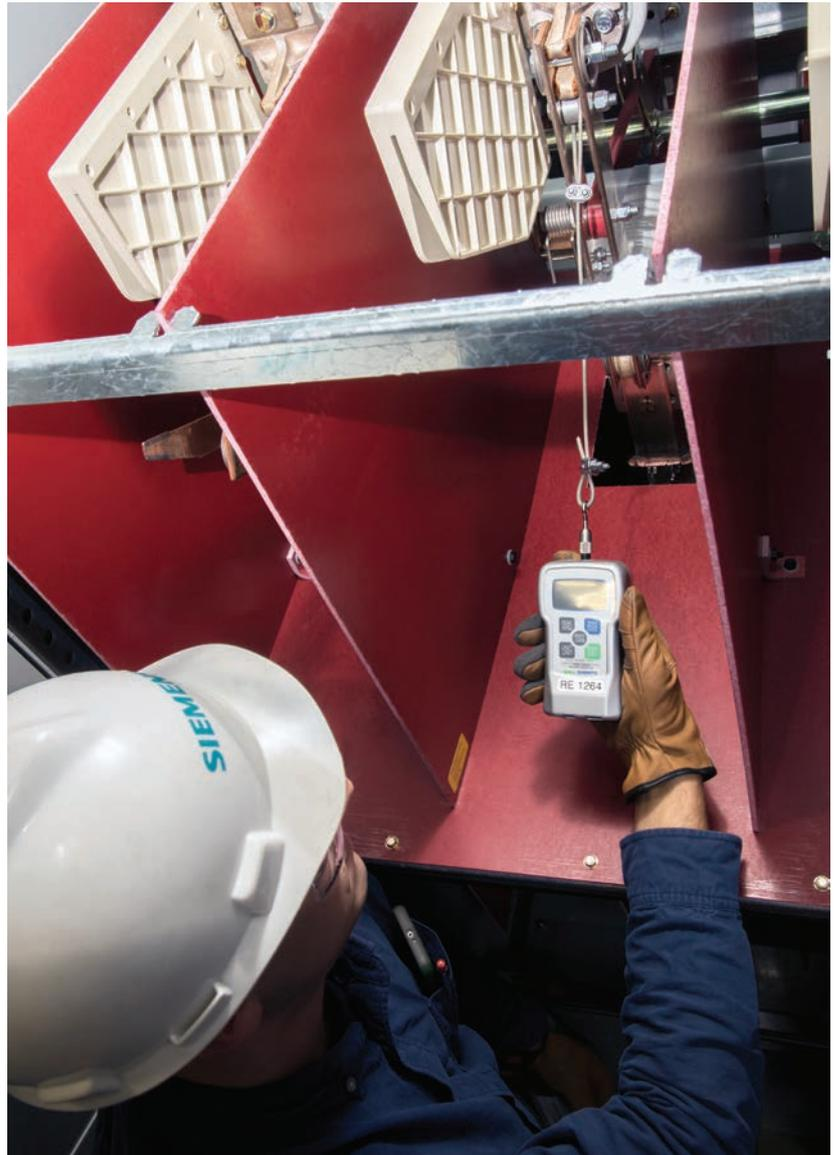

Figure 47 : Utiliser une balance à ressort pour régler la lame de l'interrupteur
1. Débrancher les tiges-poussoirs en enlevant les goupilles fendues et les axes à épaulement qui relient les tiges-poussoirs aux bras de manœuvre de chaque pôle de l'interrupteur (voir la figure 41). Ouvrir l'interrupteur de charge jusqu'à ce que la lame à action rapide se dégage de la boîte de soufflage et connecter une balance à ressort aux lames principales environ 3,8 cm (1,5 po) au-dessous du contact mâchoire, comme illustré à la figure 47.